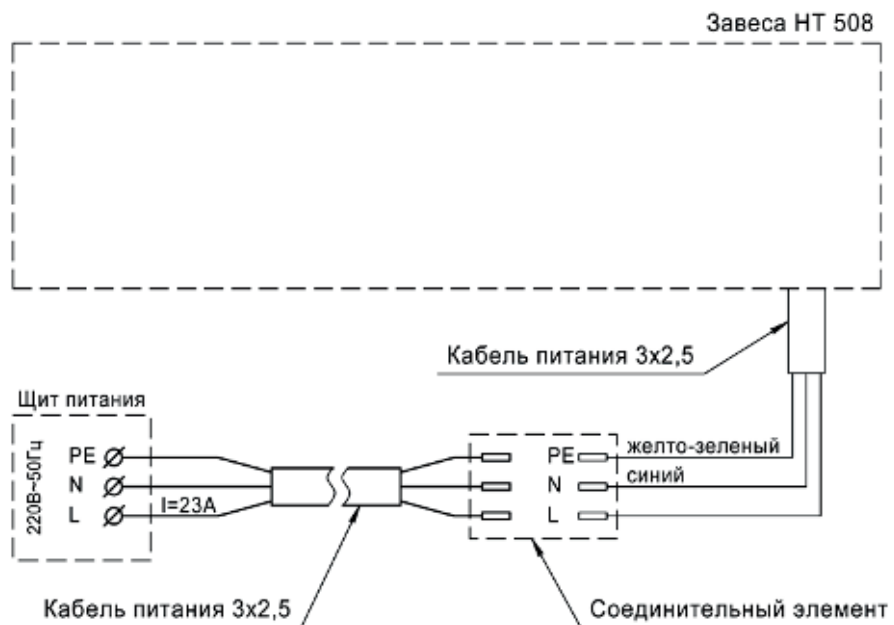

Рис. 4 Схема подключения завесы НТ 508
6.6 Подключение к стационарной электросети производить в соответствии со схемами, приведенными на рис. 4, 5 и 6 Приложения и на корпусе завесы. Жилы кабеля, идущего от источника питания необходимо соединить с жилами силового кабеля, выведенного из корпуса завесы (для завес НТ 508, НТ 610, НТ 915). Соединение производить с помощью клеммной колодки или специальных соединительных зажимов, обеспечивающих надежную изоляцию и фиксацию проводов (в комплект поставки не входят).